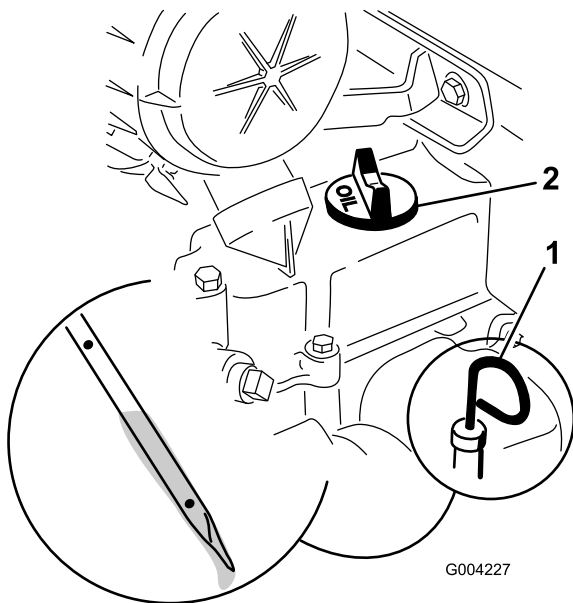

Figura 16
4. Pulite attorno all'asta di livello (Figura 16).
5. Estraete l'asta di livello dell'olio e pulite l'estremità metallica (Figura 16).
6. Infilate fino in fondo l'asta di livello nel relativo tubo (Figura 16).
8. Se il livello dell'olio è troppo basso (inferiore al foro inferiore), pulire l'area circostante il tappo di rifornimento dell'olio e rimuovere il tappo (Figura 16).